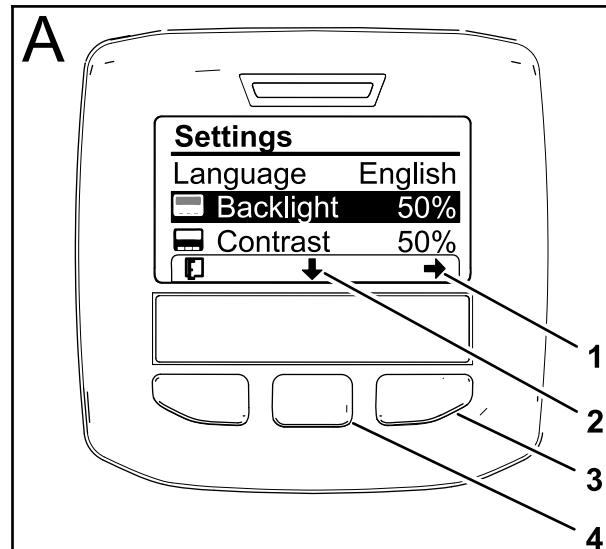

Figure 54
3. Appuyez sur le bouton de sélection droit pour afficher le menu contextuel de réglage de la valeur (Figure 54).
4. Utilisez les boutons de sélection droit et central pour modifier la luminosité de l'affichage (Figure 54).
2. Pour régler l'intensité du rétroéclairage, appuyez sur le bouton de sélection central (situé sous la flèche vers le bas dans l'affichage) pour sélectionner l'option de réglage du rétroéclairage (Figure 54).
5. Appuyez sur le bouton de sélection gauche (situé sous l'icône de liste dans l'affichage) pour sauvegarder votre sélection, quitter le menu Rétroéclairage et retourner au menu Réglages (Figure 54).
6. Pour régler le contraste de l'affichage, appuyez sur le bouton de sélection central (situé sous la flèche vers le bas dans l'affichage) pour sélectionner l'option de réglage du contraste (Figure 54).
7. Appuyez sur le bouton de sélection droit pour afficher le menu contextuel de réglage de la valeur (Figure 54).
8. Appuyez sur le bouton de sélection gauche (situé sous l'icône de liste dans l'affichage) pour sauvegarder votre sélection, quitter le menu Contraste et retourner au menu Réglages (Figure 54).
9. Appuyez sur le bouton de sélection gauche pour quitter le menu Réglages et retourner au menu principal (Figure 52 et Figure 54).
10. Appuyez sur le bouton de sélection gauche pour retourner à l'écran d'accueil (Figure 54).